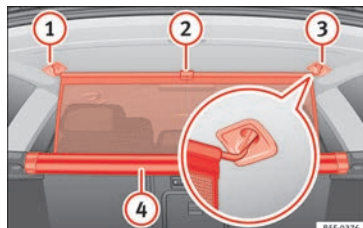

Fig. 124 Dans le coffre à bagages : attacher le filet de séparation.
- Tirez la languette » fig. 124 ② vers le haut pour sortir le filet du boîtier ④.
- Attachez le filet de séparation au côté droit ③ (image élargie).
- Attachez le filet de séparation dans le logement du côté gauche ① en étirant la tringle.